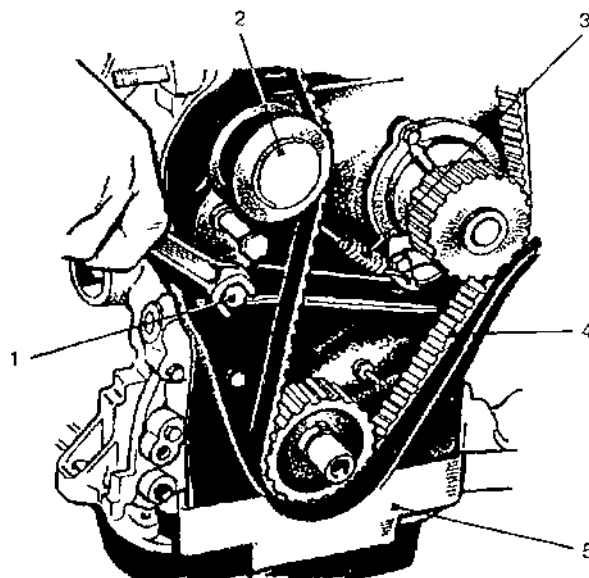

Рис. 2.7.1. Кронштейн с роликом натяжным и упор верхнего кожуха:
4. Ослабить два болта крепления кронштейна ролика натяжного ремня привода распределительного вала (рис. 2.7.1).